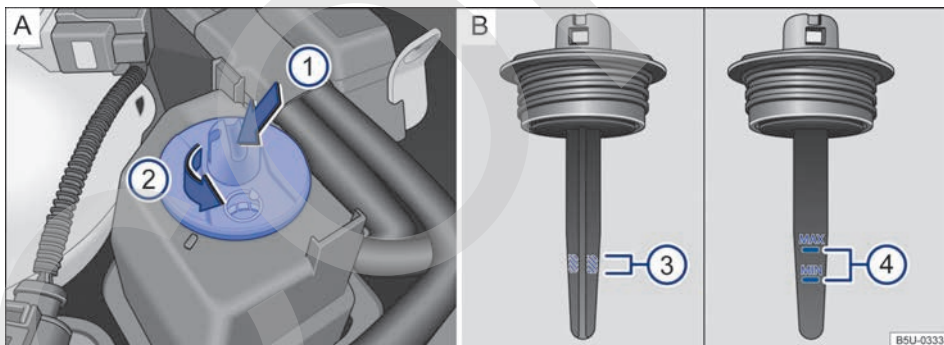

Fig. 111 En el compartimento del motor: **A** Depósito del líquido de la dirección asistida. **B** Marcas para controlar el nivel del líquido de la dirección asistida.
- Con la ayuda de un destornillador → fig. 111 **A** **1** (flecha), girar la tapa del depósito en el sentido de la flecha **2**.